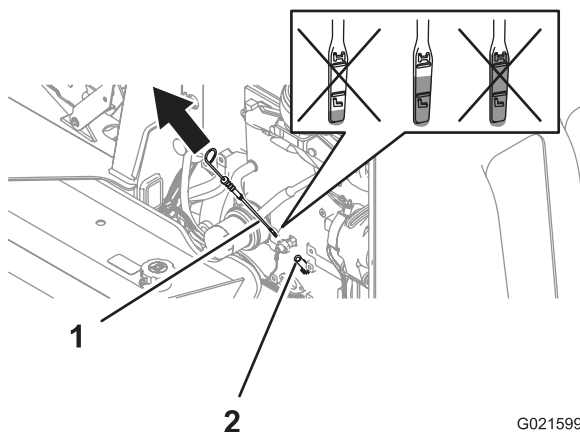

Figura 22
2. Retire la varilla de aceite (Figura 22) y límpiela con un paño limpio (Figura 22).
3. Inserte totalmente la varilla en el tubo de la varilla y, a continuación, sáquela (Figura 22).